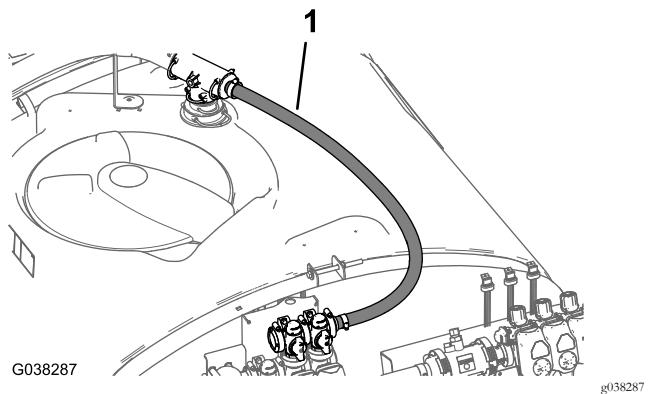

图69
3. 如图69中所示将旁通软管通向位于主喷洒阀上方的旁通阀。
5. 用法兰夹具 4064mm 将旁通阀的直通宝塔接头固定到旁通阀上 图69。